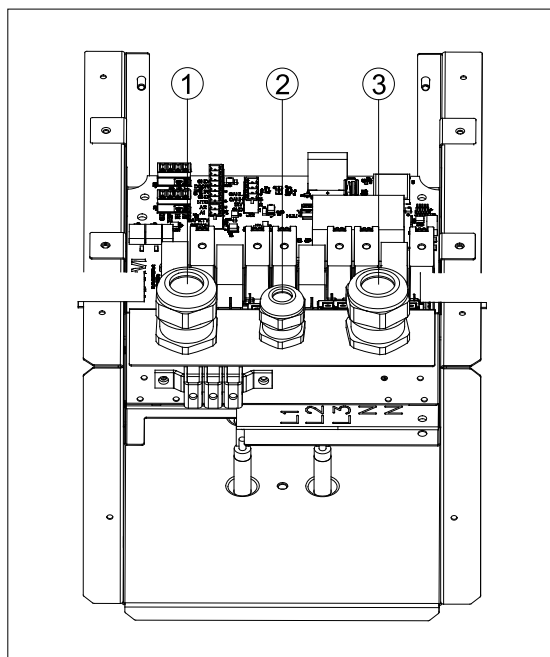
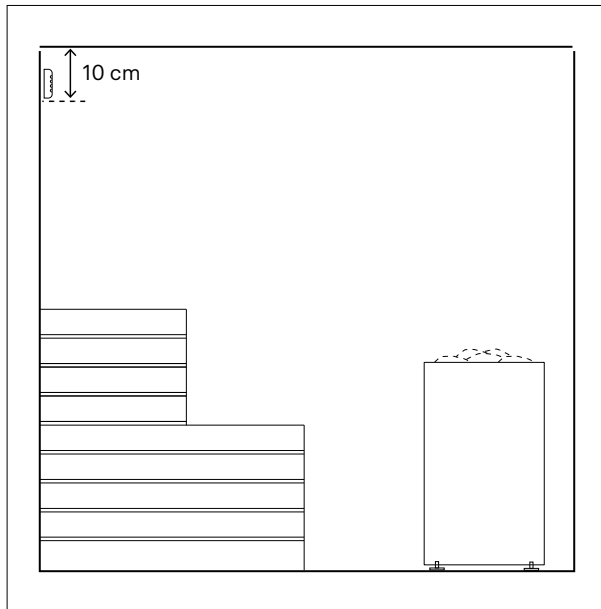
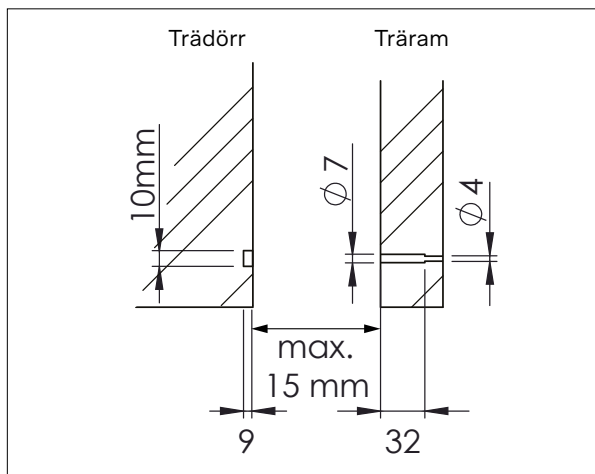

Bild 6.3-1. Kopplingsboxens genomföringar
Bild 6.6-1. Installation av en fuktighetssensor
Bild 6.7-3. Infällning av dörrkontakt och magnet
9. Locket till kopplingsboxen stängs och lockets skruvar dras åt (bild 6.3-1).
Styrkabeln förs in i bastuaggregatets kopplingsbox från den genomföring som reserverats för kabeln (bild 6.3-1). Kabeln kopplas till kontakten enligt kopplings-schemat (bild 5.3-1).
avsedd för den (bild 6.3-1) och kopplas till kontakten enligt kopplingsschemat (bild 5.3-1). Sensorn fästs på träytan med de medföljande skruvarna (2 st. Ø 2,9 x 16). För andra ytmaterial väljs fästmaterialet enligt ytmaterialiet och fästningsmetoden.
En fuktighetssensor är en lågspänningskomponent som monteras på väggen bakom bastulavarna så att den inte direkt utsätts för ånga eller värme från bastuaggregatet (bild 6.6-1). Fuktighetssensorn levereras med en kabel (SIHF-O 4x0,25) på 6 meter. Kabeln får inte förlängas. Om man behöver ett längre avstånd ska man använda en sammanhängande kabel som tillverkaren godkänt. Sensorkabeln förs till bastuaggregatets kopplingsbox genom genomföringen avsedd för den (bild 6.3-1) och kopplas till kontakten enligt kopplings-schemat (bild 5.3-1). Fuktighetssensorn fästs på träytan med de medföljande skruvarna (2 st. Ø 2,9 x 16). För andra ytmaterial väljs fästmaterialet enligt ytmaterialiet och fästningsmetoden.
Fästena för kontakten och magneten kan fästas antingen med de medföljande skruvarna (Ø 2,9 x 16) eller dubbelsidig tejp. På trädörrar och dörramar i trä kan kontakten och magneten också fällas in enligt principskissen (bild 6.7-3). Dörrkontaktens kabel (5 m) förs till bastuaggregatets kopplingsbox genom genomföringen avsedd för den (bild 6.3-1) och kopplas till kontakten enligt kopplings-schemat (bild 5.3-1). Vid behov kan kabeln förlängas med en förlängning i enlighet med installationsstandarderna.
Kabeln för belysningen förs till bastuaggregatets kopplingsbox genom genomföringen avsedd för den (bild 6.3-1) och kopplas till kontakten enligt kopplings-schemat (bild 5.3-1).